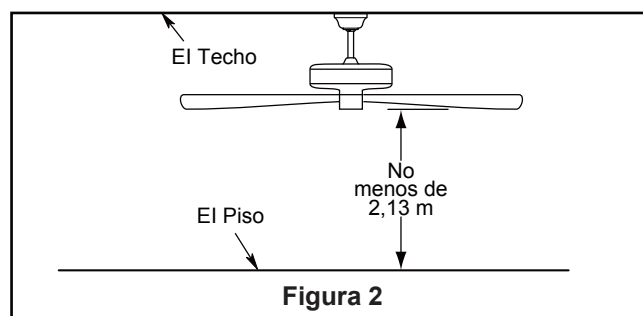

Figura 2
Uso de perfil profundo (Figura 2)
2. Retire el clip de horquilla y pasador de horquilla de la parte inferior de la bola para colgar. Retener el pasador y clip para la reinstalación en el paso 4. (Figura 2)
Debe colgar el ventilador a una distancia mínima de 2,13 m desde las aspas hasta el piso. (Figura 2)
Para evitar una posible descarga eléctrica, asegúrese de cortar la alimentación eléctrica de la caja de fusibles principal antes de alambrado el ventilador. (Figura 2)
2. Coloque y ajuste firmemente la cubierta para el tornillo de la base sobre los tornillos de reborde de la abrazadera para colgar mediante el mecanismo de seguro por giro del chavetero. (Figura 2)
2. Instale la carcasa del interruptor a la placa adaptador del motor usando las dos ranuras principales de la carcasa del interruptor. Vuelva a colocar el tercer tornillo y fije los tres tornillos. (Figura 2)